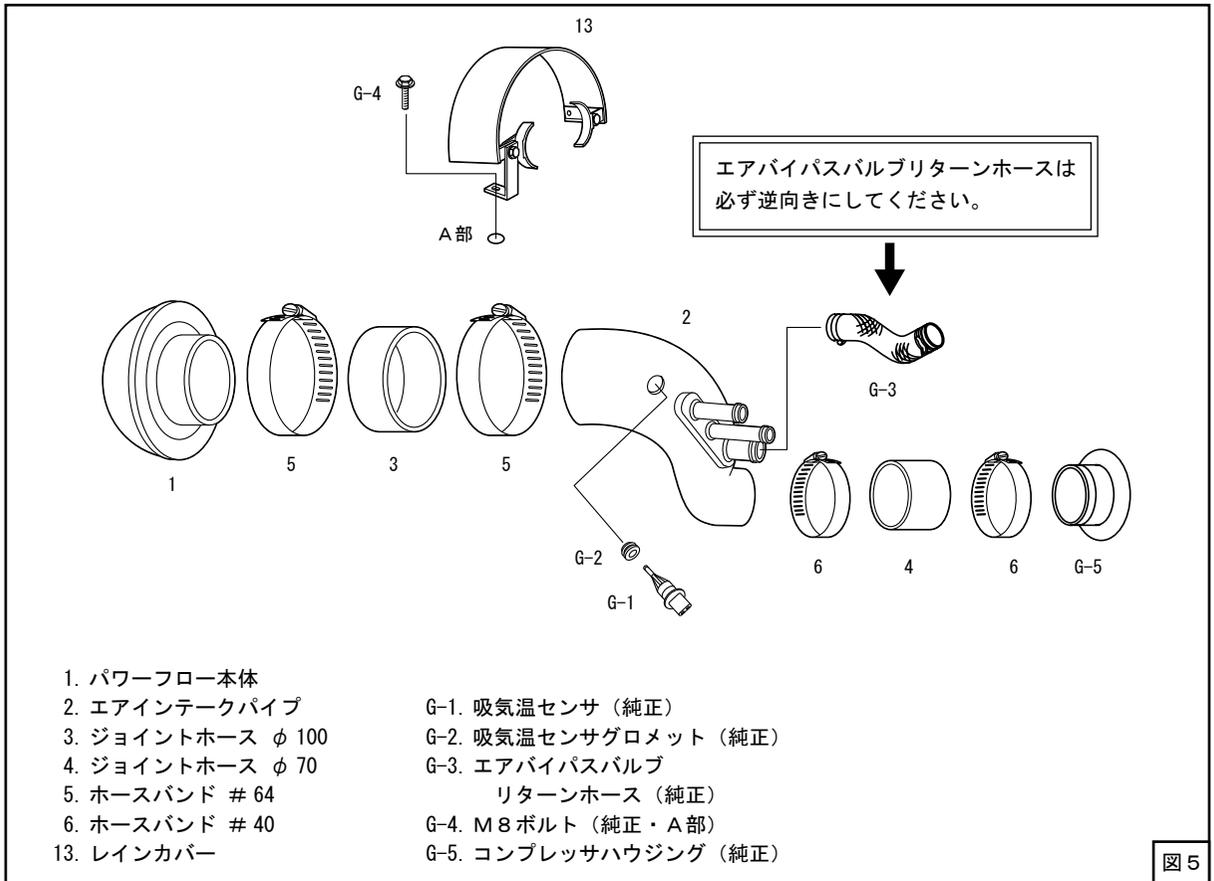

図 5
(2) キットパーツを仮付けしてください。(図5、図6、図7)
(3) レインカバーの位置が決まったら、ホースバンド・ボルト・ナット・インテークパイプステー・汎用ステーを固定してください。(図5、図6)